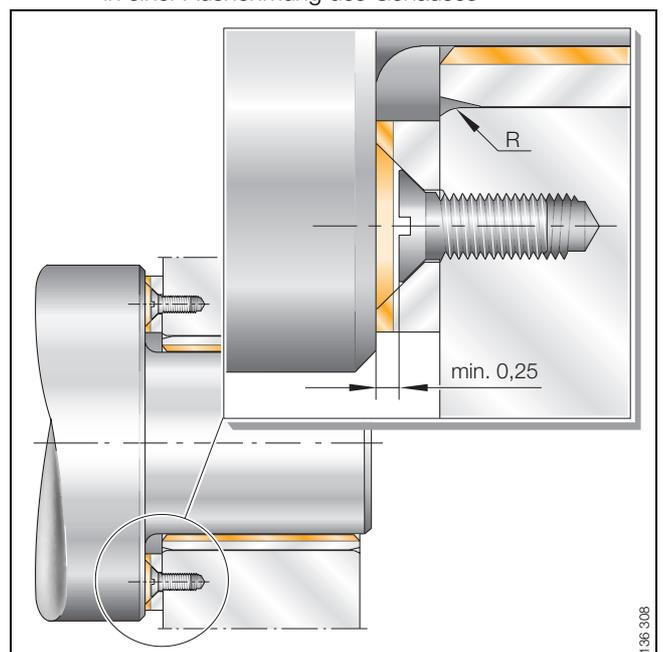

Bild 12 · Befestigen einer Anlaufscheibe PAW ohne Ausnehmung im Gehäuse
- durch mehrere Passstifte oder Schrauben sichern (Bild 12)